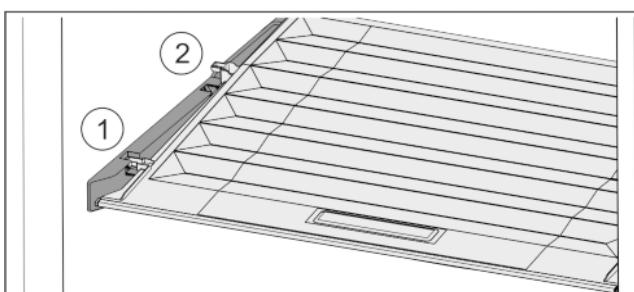

Fig. 32
- Потянуть крышку до отверстия в поддерживающих деталях вперед Fig. 32 (1).
- Поднять сзади снизу и извлечь Fig. 32 (2) движением верх.